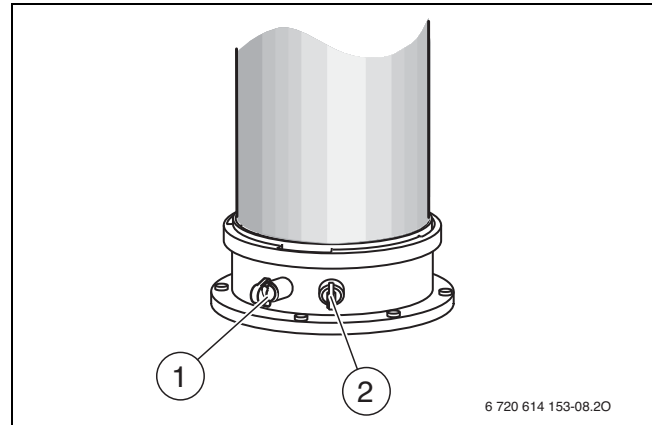

Bild 20 Abgasmessstutzen und Verbrennungsluft-Messstutzen
- Stopfen am Verbrennungsluft-Messstutzen (→ Bild 20, [2]) entfernen.